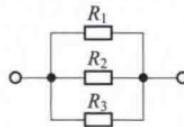

图 1-4 电阻的并联
(12) 电阻并联电路——在电路中几个电阻相应的两端承受同一个电压, 有几条电流回路, 这种连接电路叫并联电路, 如图 1-4 所示。在并联电路中